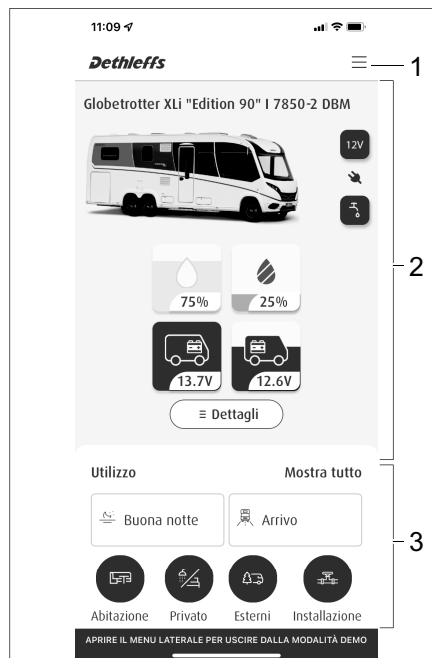

Fig. 289 Struttura dell'app Dethleffs Connect
- Area menu (Fig. 289,1)
- Informazioni sul veicolo (Fig. 289,2)
- Area comandi e scenari (Fig. 289,3)